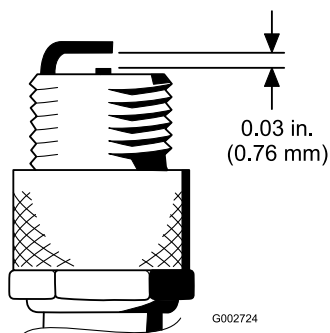

Figura 29
4. Impostate la distanza tra gli elettrodi centrali e laterali a 0,76 mm; fate riferimento a Figura 29. Montate la candela con la giusta distanza tra gli elettrodi e la guarnizione di tenuta, quindi serrate la candela a 23 N m. In mancanza di una chiave torsionometrica, serrate saldamente il cappello.